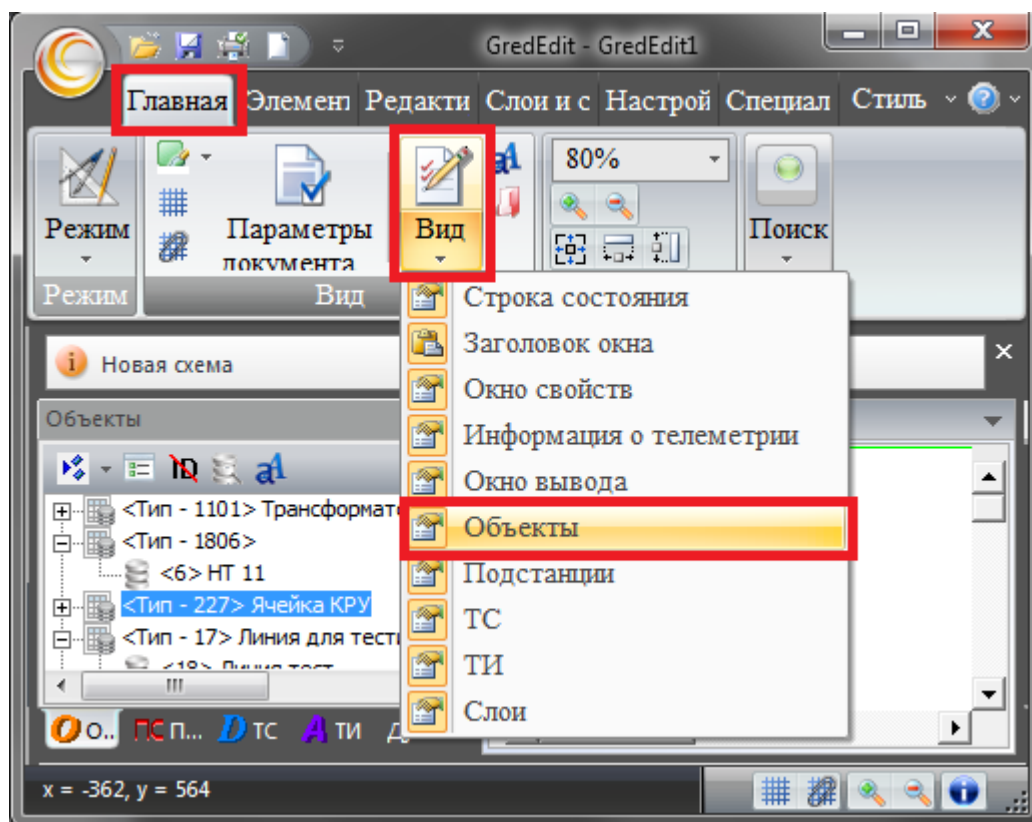

Рисунок 7.5 – Вызов окна **«Объекты»**
- Вызвать окно **«Объекты»**, в меню **«Вид»** (Рисунок 7.5).